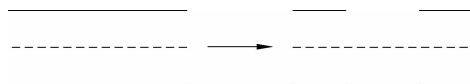

图 4-17 “全部剪切”工具
(11)全部剪切:用于创建穿过整条多线的可见打断,如图 4-17 所示。